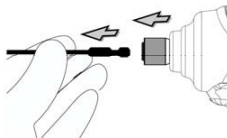

Fig. 2
2. Afmonter bittene ved at trække holderen i pilens retning, og træk bittene ud (Fig. 2).